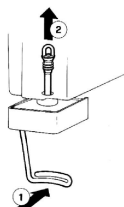

Figure 3
- Collocare gli agrumi nella rampa di alimentazione. In caso di modello F50A, F50AC, Self Service, Freezer caricare l'alimentatore (FIG.3)
- Rimuovere il giunto del contenitore ed estrarre la pompa della turbina. Per rilasciare il rubinetto con il tubo di gomma, spingere la leva del rubinetto (1) ed estrarre (2) il tubo di gomma di uscita dalla sua posizione verticale nella parte inferiore del contenitore (fig 3)